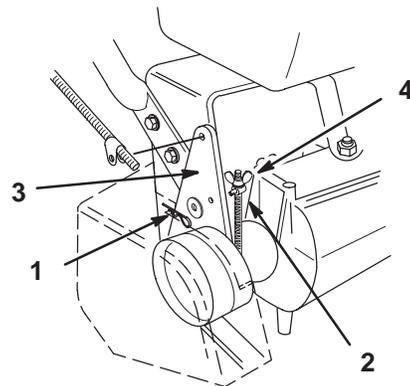

Figure 25
3. Retirer les 3 boulons du carter de courroie (Fig. 25).
4. Pour régler le frein, retirer la goupille épingle et la rondelle du levier de frein (Fig. 25).
5. Faire tourner le tourillon de sorte qu'il s'insère facilement dans le levier de frein (Fig. 25). Resserrer l'écrou papillon.
6. Fixer le tourillon au levier de frein à l'aide de la rondelle et de la goupille épingle (Fig. 25). Remonter le carter de courroie.